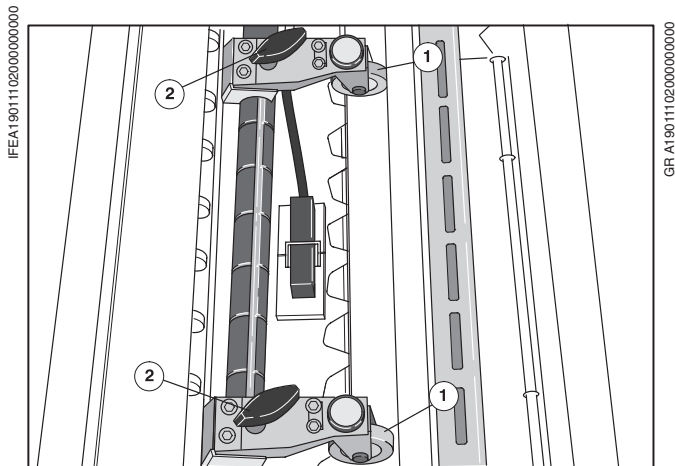

Рис. 3 Чистка тактовых роликов
- ❶ Поверхность тактовых роликов (Рис. 3/❶) очистить в случае загрязнения бумажной пылью.
- ❷ Ослабить винт с ручкой (Рис. 3/❷) на тактовом ролике.
- ❸ Тактовый ролик (Рис. 3/❶) приподнять и очистить.
- ❹ Тактовые ролики снова отрегулировать на формат. При перемещении тактовые ролики легко входят в гнезда. При передвижении обратить внимание на **правильное вхождение тактовых роликов в гнезда**. Только в фиксированном положении предотвращается столкновение с присосами (опасность поломки).
- ❺ С помощью винта с ручкой (Рис. 3/❷) **зафиксировать тактовые ролики**.